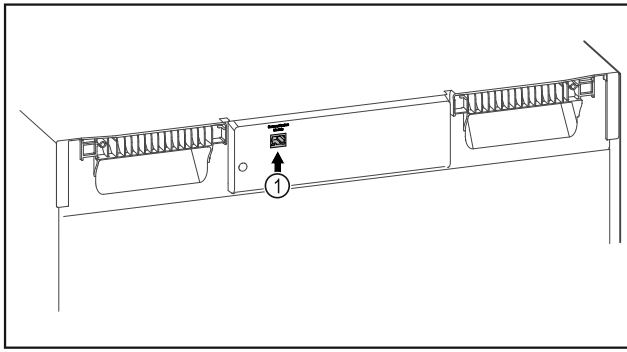

Fig. 111
- Vstavljen je SmartModule Fig. 111 (1).